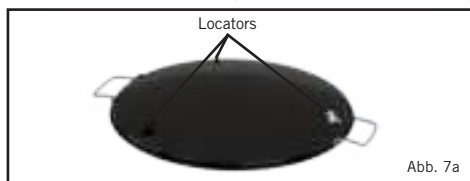

Abb. 7a
- Zur Vorbereitung platzieren Sie das Skottel-Braai derartig auf die Brennerpfanne (F), dass sich die drei Stifte (V) (Abb. 7a) richtig mit dem Rand der Brennerpfanne (F) verbinden und alles fest zusammenpasst.